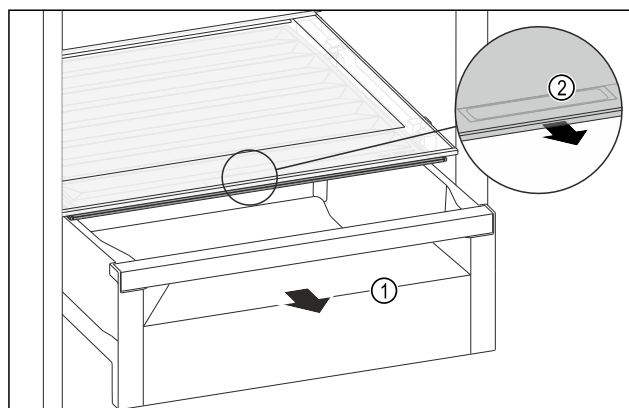

Fig. 159
- Retirer le tiroir Fig. 159 (1).
- Saisir la poignée encastrée Fig. 159 (2) du couvercle du compartiment et tirer le couvercle du compartiment par l'avant.